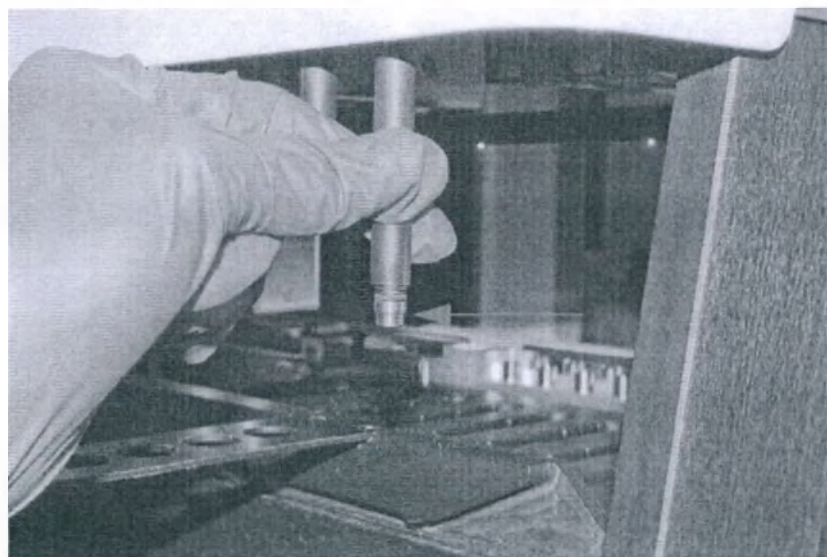

Рис. 6-11 — Адаптер для наконечников, рукав приподнят вручную
- 4** Приподнимите рукав и аккуратно очистите влажной безворсовой лабораторной салфеткой конец головки пипетки (стопорный диск) и черное уплотнительное кольцо (см. рис. 6-11).